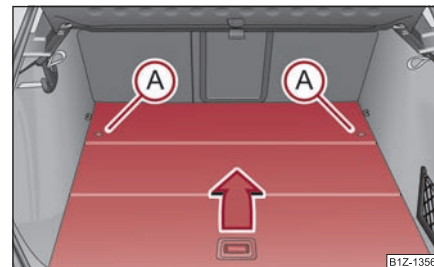

Fig. 101 Portbagajul:
- Deblocați podeaua rotind inelul de siguranță (A) spre stânga cca. 90° ⇒ fig. 101.